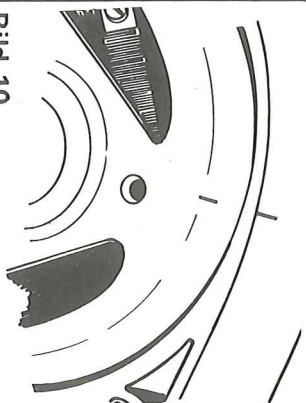

Bild 10
2. Vrid svänghjulet så långt tillbaka mot varvriktningen tills markeringen på svänghjulet kommer mitt för streckmarkeringen på ventilatorhuset (bild 10).